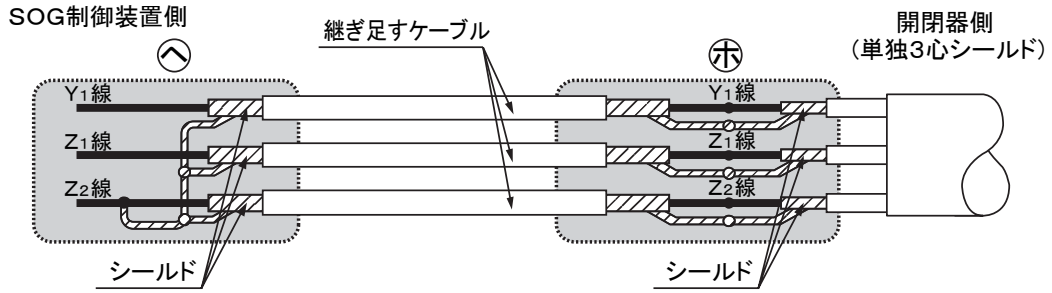

図 13 ケーブルの継ぎ足し
- ㊩ 開閉器側制御ケーブルの末端は、シールド線を Z2 端子に半田付けしていますので、継ぎ足す場合には Z2 端子から Y1、Z1、Z2 の各々のシールド線を外し、端子記号を合わせて接続してください。また開閉器側の Y1、Z1、Z2 のシールド線と継ぎ足すケーブル側の Y1、Z1、Z2 のシールド線を各々接続してください。(図 13)
- ㊪ 継ぎ足した側のケーブル末端は、SOG 制御装置側で Y1、Z1、Z2 のシールド線と Z2 端子を接続してください。(図 13)